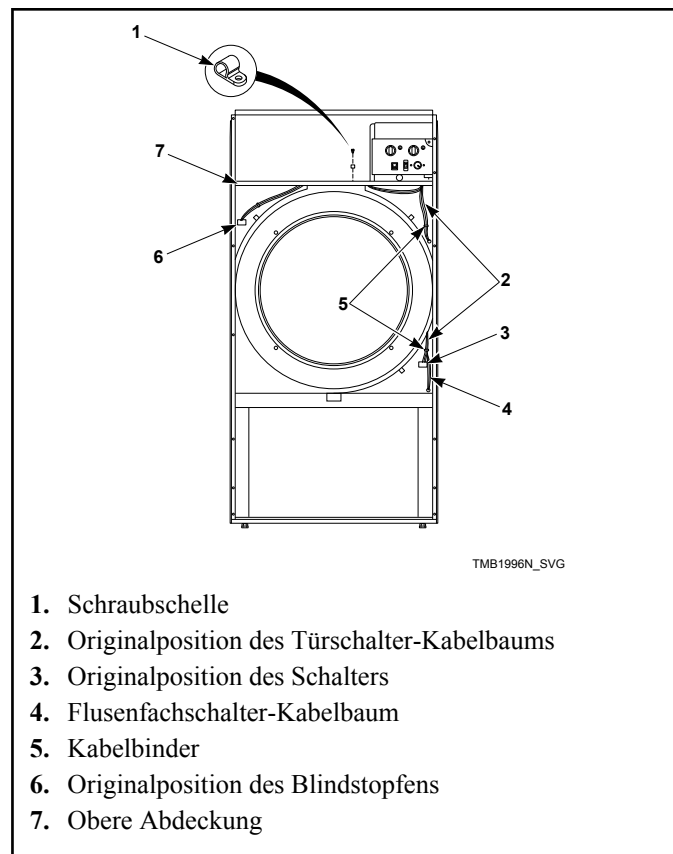

Abbildung 12
7. Die Kabelbinder durchschneiden, um den Türschalter-Kabelbinder zu entfernen. Darauf achten, die Kabel im Kabelbaum nicht zu beschädigen. Siehe *Abbildung 12*.